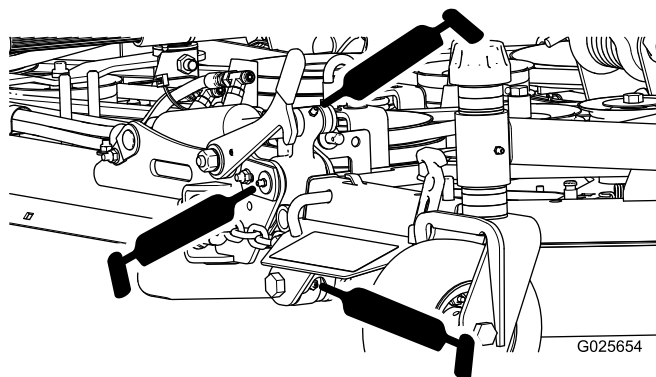

Figura 14
- Cerniere del piatto laterale (10) (Figura 14)